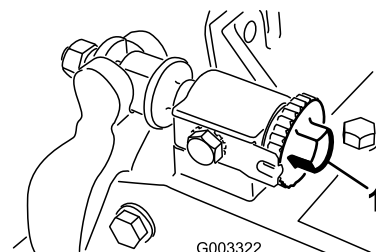

図 23
1. ベッドナイフ調整ノブ（図 23）を左に回して、ベッドナイフとリールの接触を完全になくす。